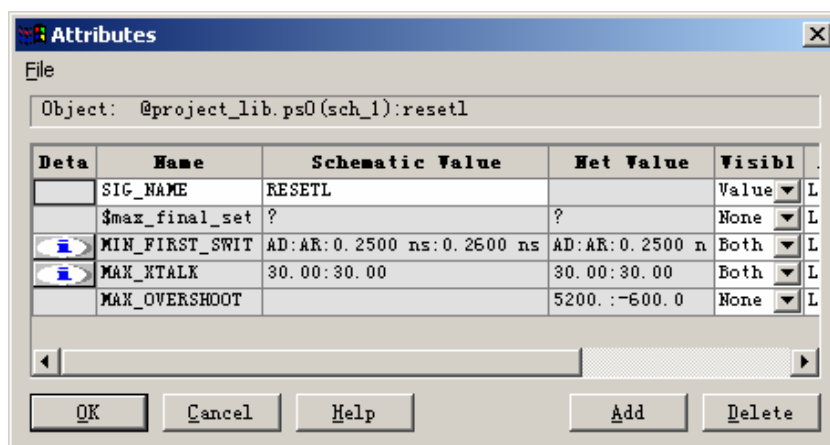

图 7-6 属性对话框
11. 选择【Text】/【Attributes】，然后点击网络 RESETL，启动属性对话框，请见图 7-6。查看属性，MIN_FIRST_SWITCH 已经变更，增加了 MAX_OVERSHOOT 约束，而 MAX_FINAL_SETTLE 仅有占位符。